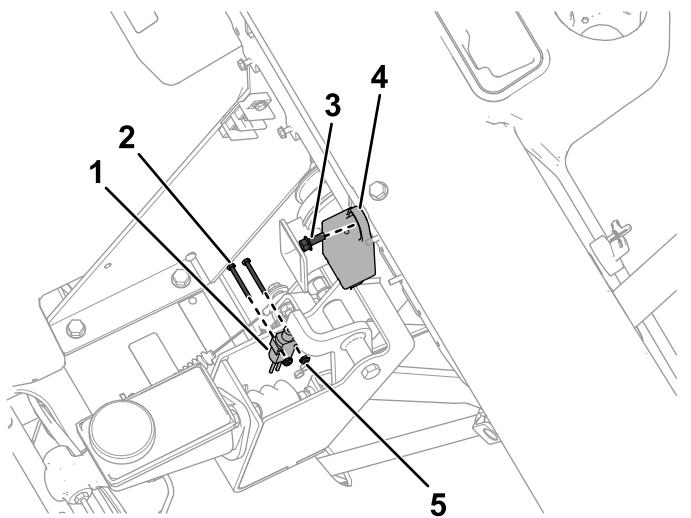

図 9
1. ダッシュボード補強ブレーキにフラッシュモジュールを取り付ける六角ヘッドボルト#10 x 3/4"を使用して図 9 のように取り付ける。
2. ブレーキスイッチをペダルアセンブリに取り付ける六角ヘッドねじ#62本とロックナット#62個を使用して図 9 のように取り付ける。